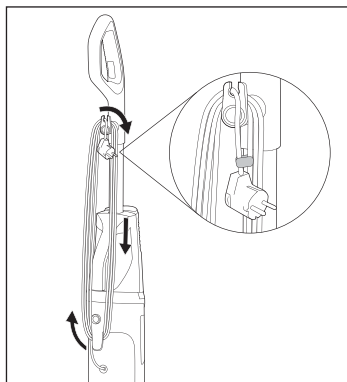

Fig. 44
- ◆ Avvolgere completamente il cavo di alimentazione **17** intorno ai portacavo superiore e inferiore **16/20** (vedere fig. 44).